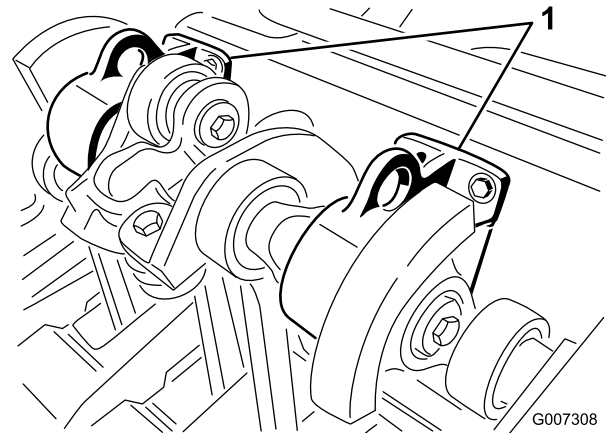

Figura 27
**Nota:** Si está disponible, puede utilizarse un polipasto para elevar la parte trasera del aireador ProCore. Utilice los ojales de los alojamientos de los cojinetes del cabezal de perforación como puntos de enganche del polipasto (Figura 27)